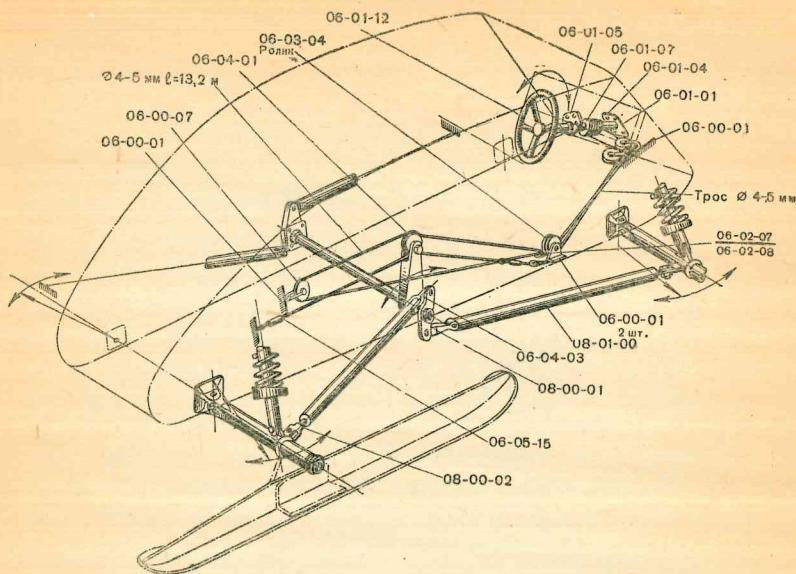

Рис. 16. Схема управления лыжами НКЛ-26
- При параллельном положении лыж проверить положение сошек (рис. 16) с правой и левой стороны (сошки должны быть в вертикальном положении).
- Проверить положение рычага рулевого управления (рис. 16) (рычаг также должен быть в вертикальном положении).